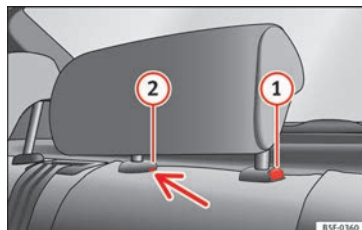

Fig. 143 Poggiatesta per il sedile posteriore centrale: punto di sblocco.
- Per regolare il poggiatesta ad un'altezza inferiore, premere il tasto ① » **fig. 143** e farlo scorrere verso il basso.
- Premere il tasto ① » fig. 143, premendo al tempo stesso attraverso il foro della sicura ② » fig. 143 con un cacciavite piatto di massimo 5 mm di larghezza e ritirare il poggiatesta.